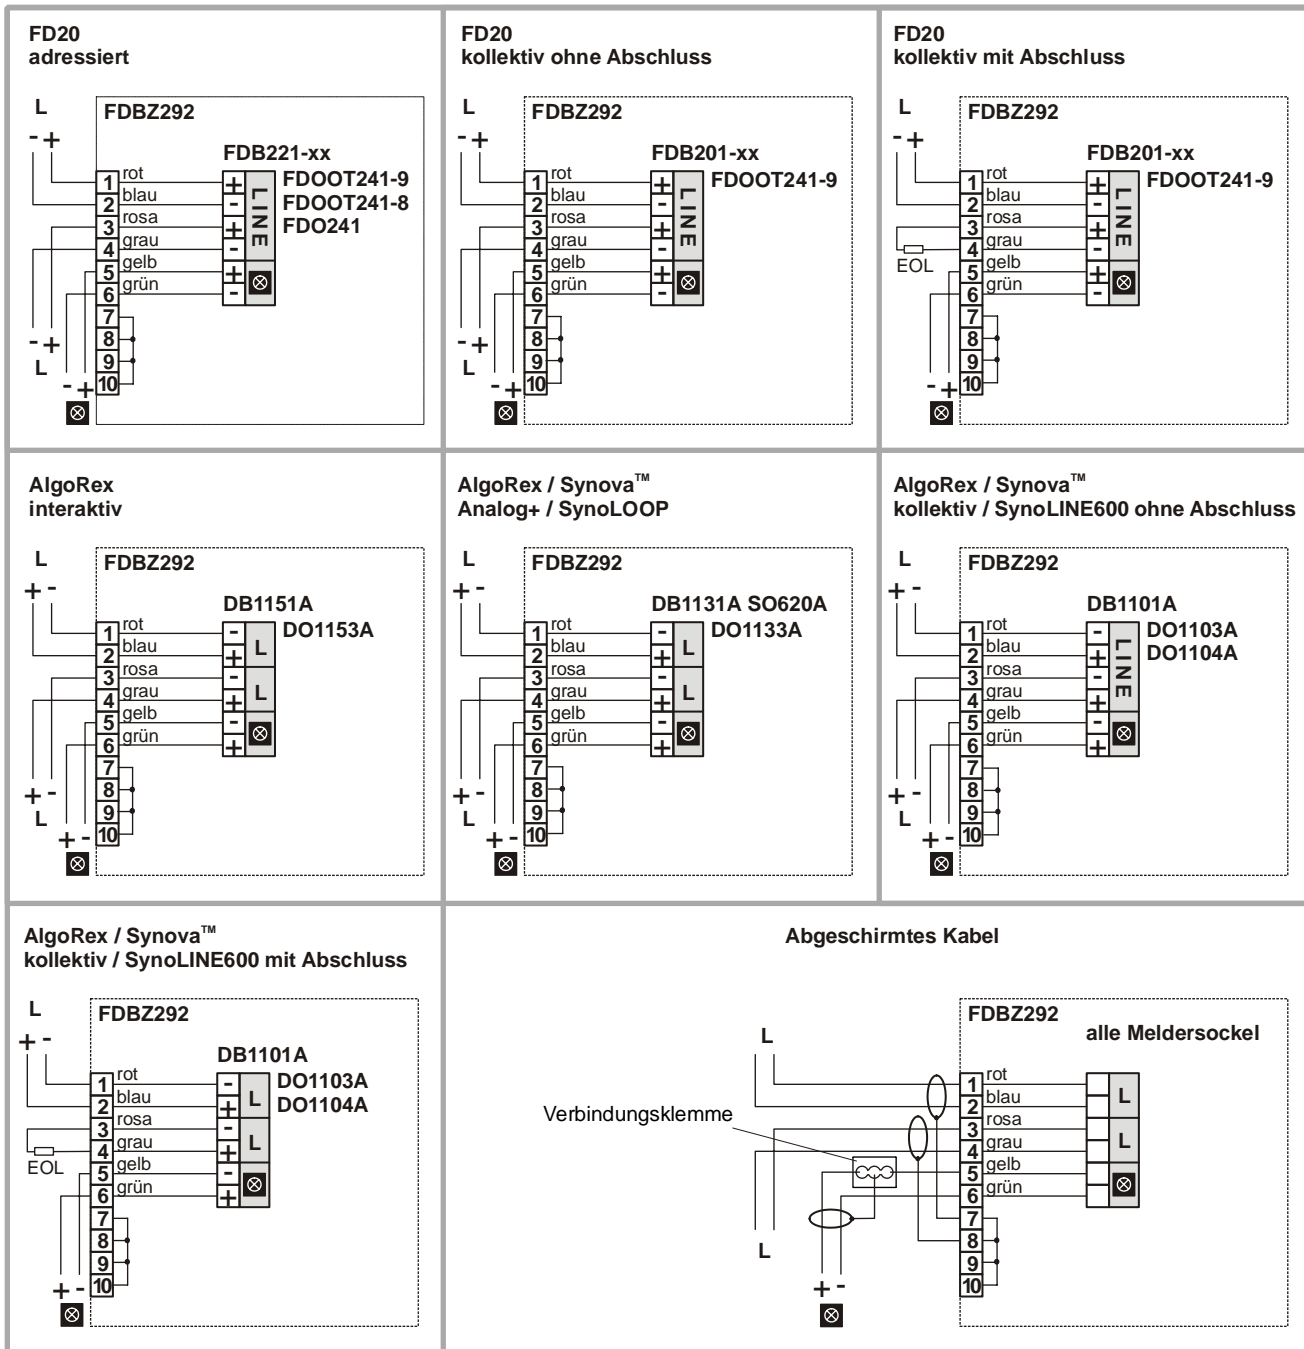

Fig. 11
2. Montieren Sie den Meldersockel in das Gehäuse. Schliessen Sie den Meldersockel gemäss Anschlusschema an (Fig. 11).
1. Schliessen Sie das Luftproben-Rauchmelder-Set an der Melderlinie an. Beachten Sie dabei die unterschiedlichen Anschlusschemas in Fig. 11 für die unterschiedlichen Melderlinien.
2. Schliessen Sie die Schirme von abgeschirmten Kabeln gemäss Anschlusschema an (Fig. 11).